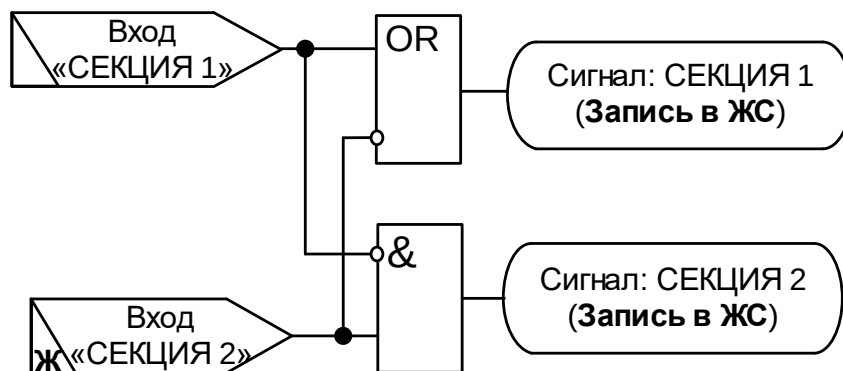

Рисунок 6.94 – Логика выбора регулируемой секции
**Выбор регулируемой секции** осуществляется с помощью дискретных входов «СЕКЦИЯ 1» и «СЕКЦИЯ 2». При одновременном наличии или отсутствии данных входов для регулирования будет выбрана секция 1 (см. рис. 6.94).